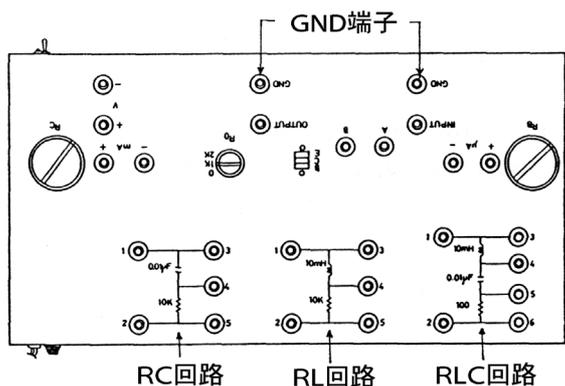

図 5
3. **回路盤** パネル面を図5に示す。1つの装置にトランジスタの回路と、本実験で使用する RC、RL、RLC 回路が一緒に組み込んである。各回路は独立している。オシロスコープの画面に雑音が混入する場合には、回路盤の GND 端子（ケースに接続されている）をオシロスコープの GND 端子に接続すると効果がある。